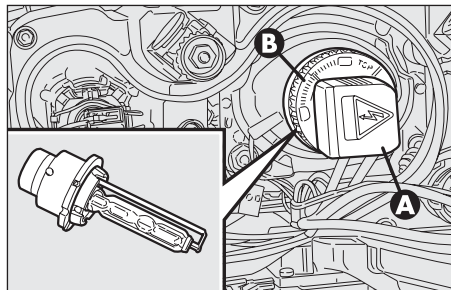

fig. 23b
**Feux de croisement à décharge de gaz Xénon (fig. 23b)**